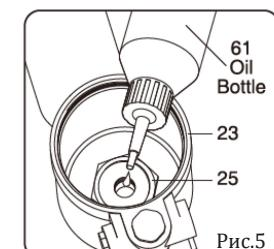

Рис.5
- Вернитесь назад на несколько шагов, чтобы собрать снова масляный поршень (13AY), большую и маленькую пружины (16 и 17), торцевую крышку масляного цилиндра (20) вместе с подвесным кронштейном (19) и его уплотнительным кольцом (18), контейнер для сбора стержней (22). Будьте внимательные, не позволяйте выскочить большой и маленькой пружине и поранить кого-либо (16 и 17).
- Снова соберите масляный (12) и воздушный цилинды (23) вместе, выравните их и осторожно закрутите стопорную гайку (24) с помощью 3-х мм ключа, затем закрепите контргайку масляного цилиндра (25) с помощью удлиненной головки 35 мм. В конце, обратно соедините спусковой рычаг (30) и воздушный цилиндр (23), осторожно вставив в отверстие штифт (34).
- Положите инструмент и возьмите бутылочку с маслом (59), чтобы заполнить масляный цилиндр (12) новым гидравлическим маслом через воздушный (23), до тех пор, пока масло не достигнет верхнего уплотнительного кольца масляного цилиндра (10) (рис.5). Убедитесь, что контейнер не переполнен, и немного подождите, пока масло не перестанет выпускать пузырьки воздуха.